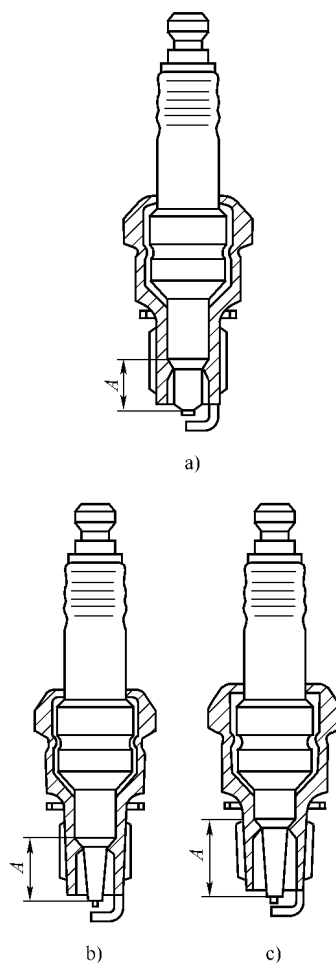

图 7-6 火花塞的型式
(8)火花塞有冷型、普通型和热型 3 类。火花塞的型式,见图 7-6。
①热型:裙部长,受热面积大,传热路线长,适用于压缩比较小,转速比较低的发动机;
②冷型:裙部短,受热面积小,传热路线短,适用于压缩比较大,转速比较高的发动机。